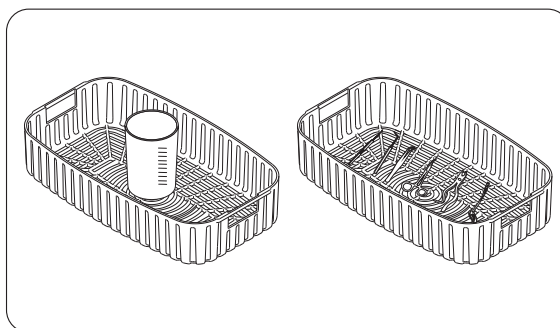

Fig. 12
- 5▶ Coloque os artigos no cesto ou béquer, consulte o tópico "Degaseificação / Uso do Béquer" (Pág. 7). Não coloque instrumentos/artigos dentro do cesto ao mesmo tempo que estiver usando o béquer. Os instrumentos devem estar totalmente imersos, mas não sobrepostos (Fig. 12).